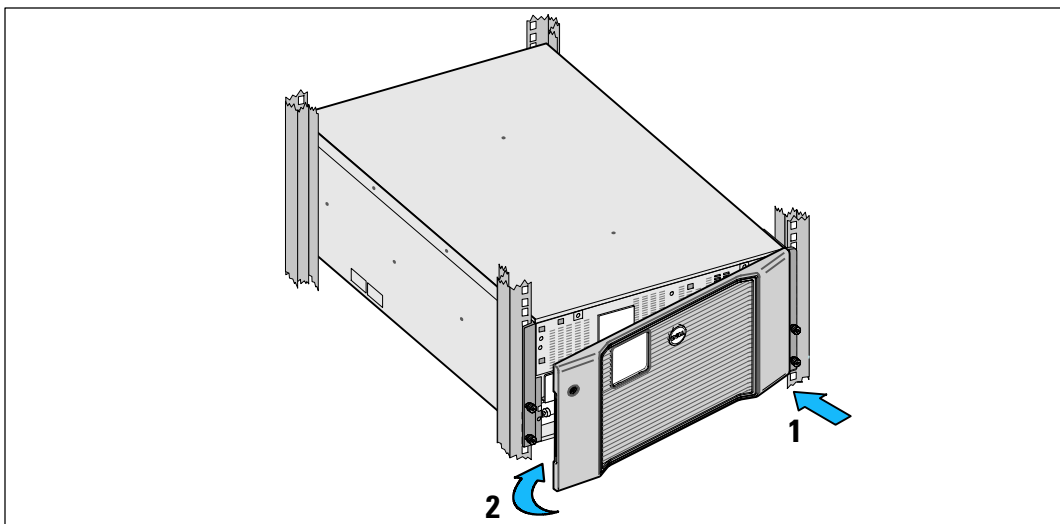

Рисунок 17. Установка передней крышки
- 14 Установите переднюю крышку (см. Рисунок 17):